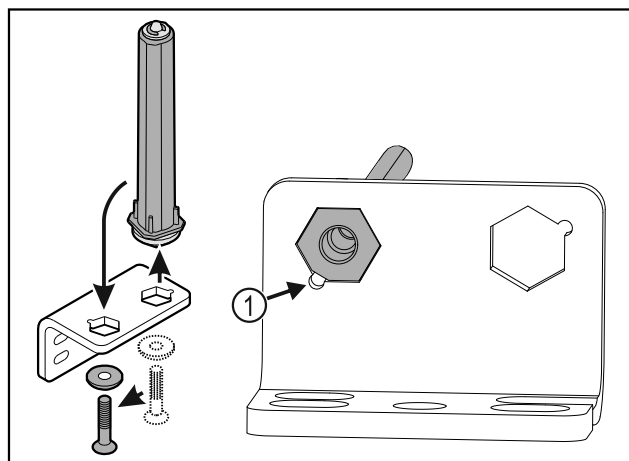

Fig. 19
- Dbajte na to, aby pri nasadzovaní ukazoval úkos čapu Fig. 19 (1) k okrúhlemu otvoru.